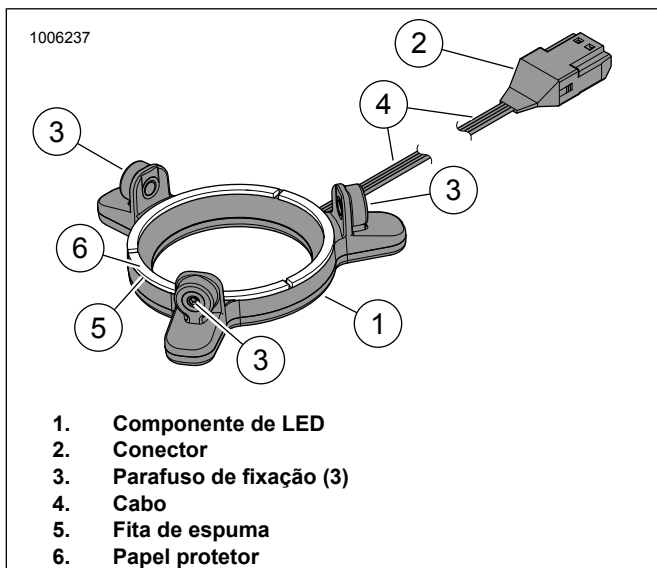

Figura 14. Luz LED, alto-falante Stage II redondo
6. Veja a figura 14. Remova o papel protetor (6) da fita de espuma (5) na parte traseira do componente de LED (1).